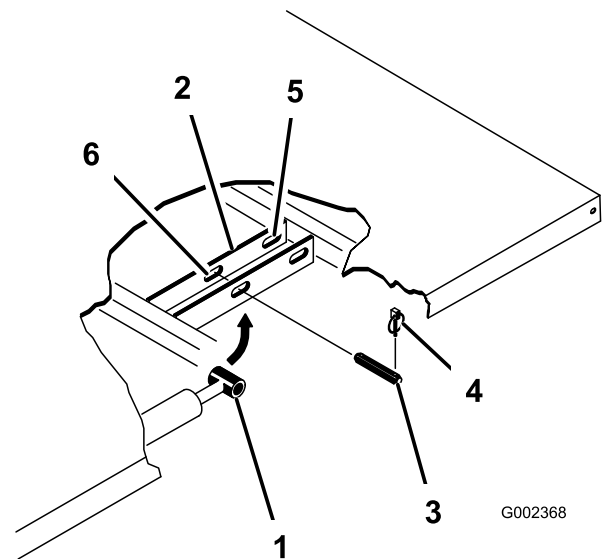

Figura 3
4. Retire las chavetas de los extremos exteriores de los pasadores de las varillas de los cilindros (Figura 3).
5. Retire los pasadores que fijan los extremos de las varillas de los cilindros a las chapas de montaje de la plataforma empujando los pasadores hacia dentro (Figura 3).